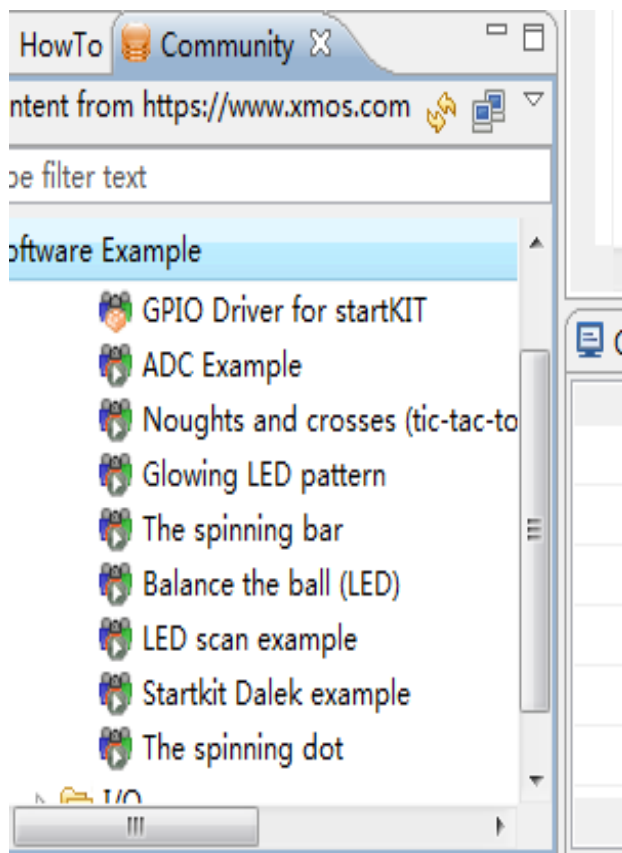

图 1
- 2.在 Software Example 下拉列表中找到 StartKIT\Examples\LED scan example 例程 ,双击或者拖拽到 project Explorer 中如图 1;